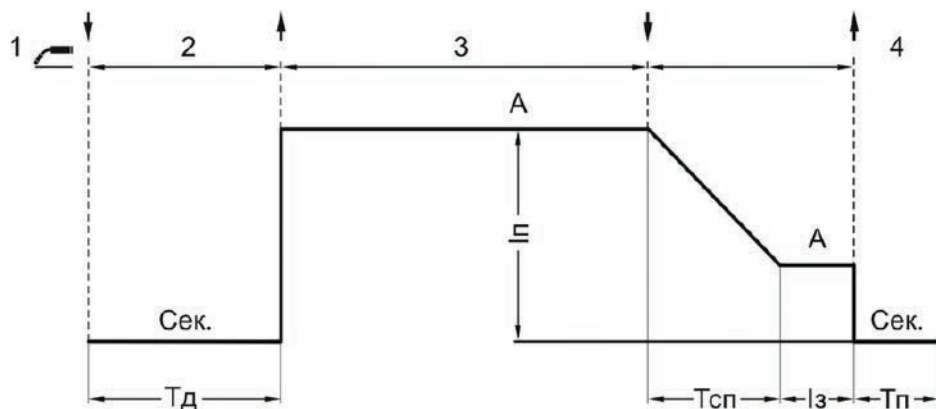

Рис. 7.7. Режим работы аппарата 4Т.
**Четырехтактный режим (4Т)** рекомендуется использовать при длине сварочных швов свыше 500 мм (см. рис. 7.7).